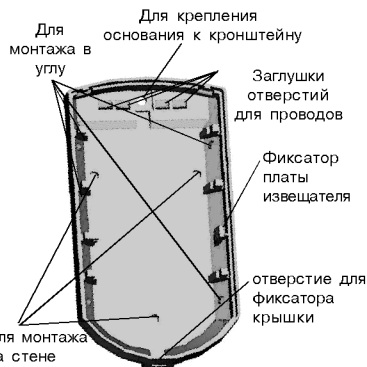

Рис. 3
- снимите крышку извещателя, отжав при помощи отвертки фиксатор крышки через отверстие расположенное в нижней части основания извещателя (рис.3);
- просверлите в основании извещателя отверстия, которые будут использоваться для прокладки проводов и крепления извещателя (см.рис.3);
- при креплении на кронштейне выверните винт из сферы, совместите квадратный выступ сферы с соответствующим пазом в верхней части основания извещателя (рис.3), вставьте винт в отверстие в верхней части основания и заверните, не затягивая;